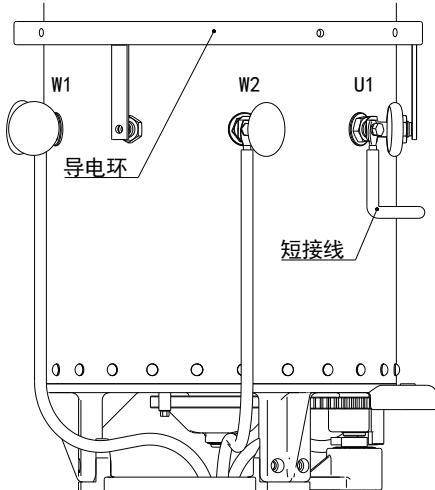

图 5-9
2. 分接开关 (II-500/600 及 I-800) 的选择部分的引出线 (共 4 根) 必须连接到开关油室 B、C 相的触头引出端子上, 再用导线将 A 相短接 (出厂已连接) (图 5-9)。